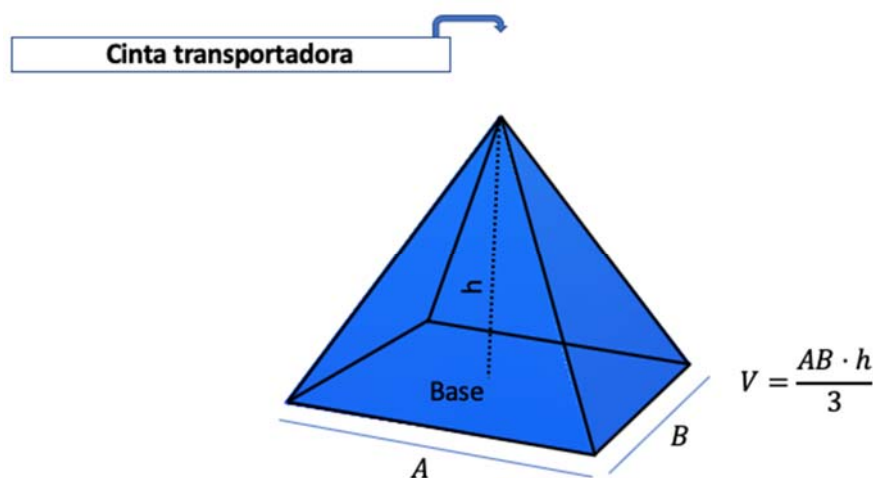

Figura 4. Geometría de almacenaje
La respuesta es sencilla, y todo se remonta al volumen geométrico de una pirámide cualquiera. En la Figura 4 aparece la pirámide con su respectiva nomenclatura. Además, también se muestra la fórmula para el cálculo de su volumen, siendo Volumen (V), base (AB) y altura (H).
Ahora, teniendo en cuenta la ecuación de la Figura 4 y el VTM, se despeja la base (AB) en la formula, quedando: